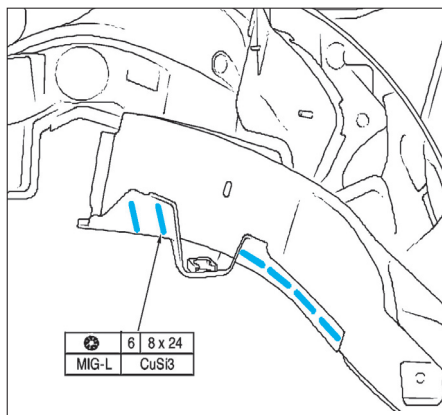
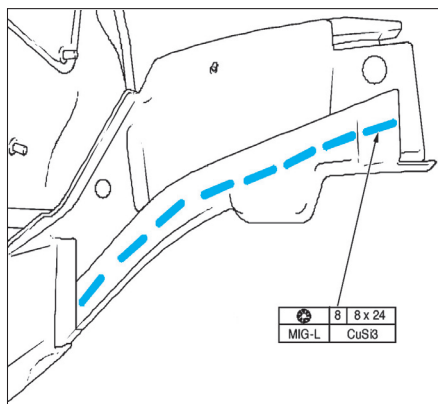
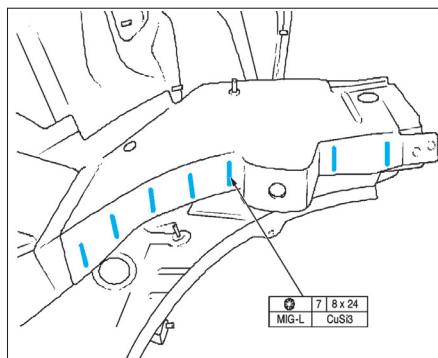

FIG. 27
FIG. 28
FIG. 29
- Souder la partie inférieure arrière du longeron (fig. 27), (fig. 28) et (fig. 29).